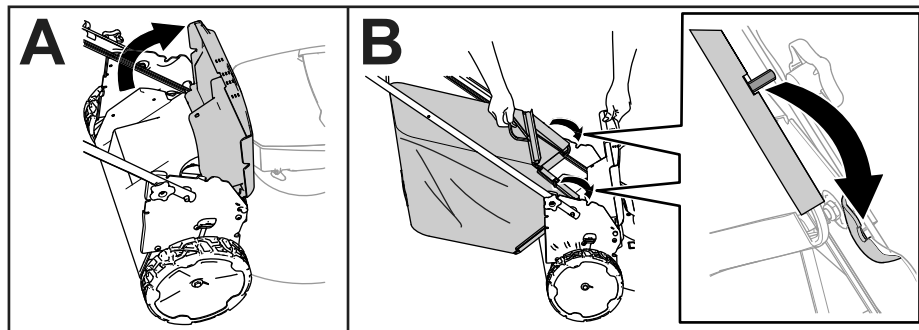

Figura 12
1. Levante o defletor traseiro (A de Figura 12).
2. Insira as extremidades da barra do saco de relva nos entalhes dos suportes do (B de Figura 12).